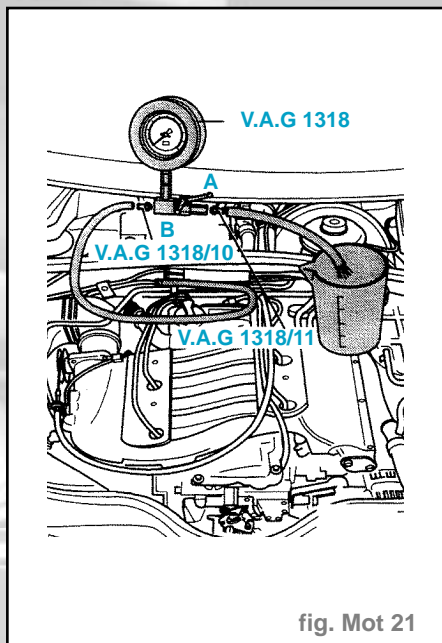

fig. Mot 21
- Brancher le dispositif manométrique **V.A.G 1318** avec l'adaptateur **V.A.G 1318/10** sur la conduite d'alimentation en carburant (repérée par une flèche blanche) (fig. Mot. 21).
- Fermer le robinet d'arrêt du dispositif manométrique (levier perpendiculaire au sens du débit - position **-B-**) (fig. Mot. 21).